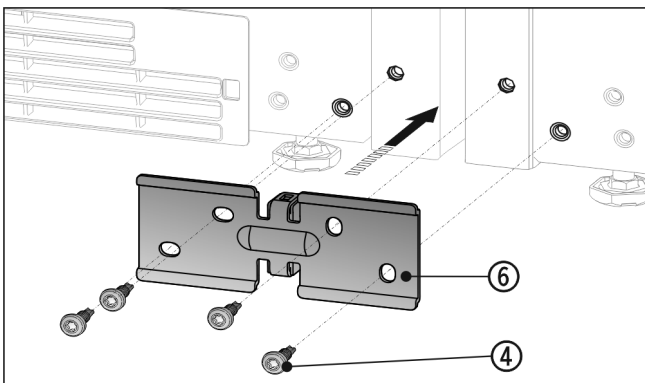

Fig. 15
- Pousser l'équerre Fig. 15 (6) avec l'entretoise entre les appareils et visser sans serrer avec 4 vis Fig. 15 (4).